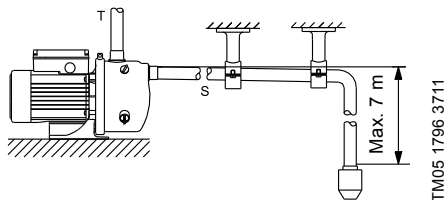

Fig. 2 Röranslutning
Anslut utloppsröret till pumpens utloppsport (T). Se fig. 2. H = max. 7 m.